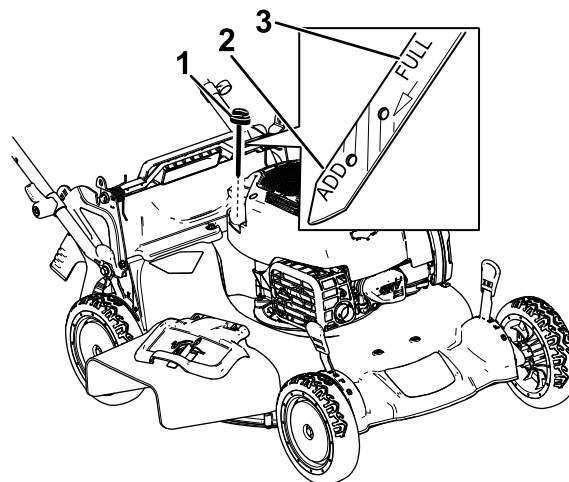

Figura 14
2. Girate il tappo in senso antiorario ed estraete l'asta di livello (Figura 14).
5. Controllate il livello dell'olio sull'asta (Figura 14).